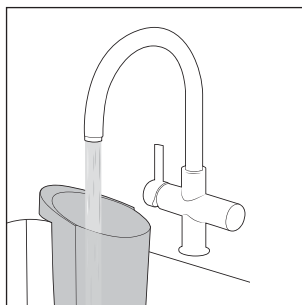

Fig. 23
- ♦ Passe o reservatório de água suja **2** por água corrente quente (ver fig. 23).